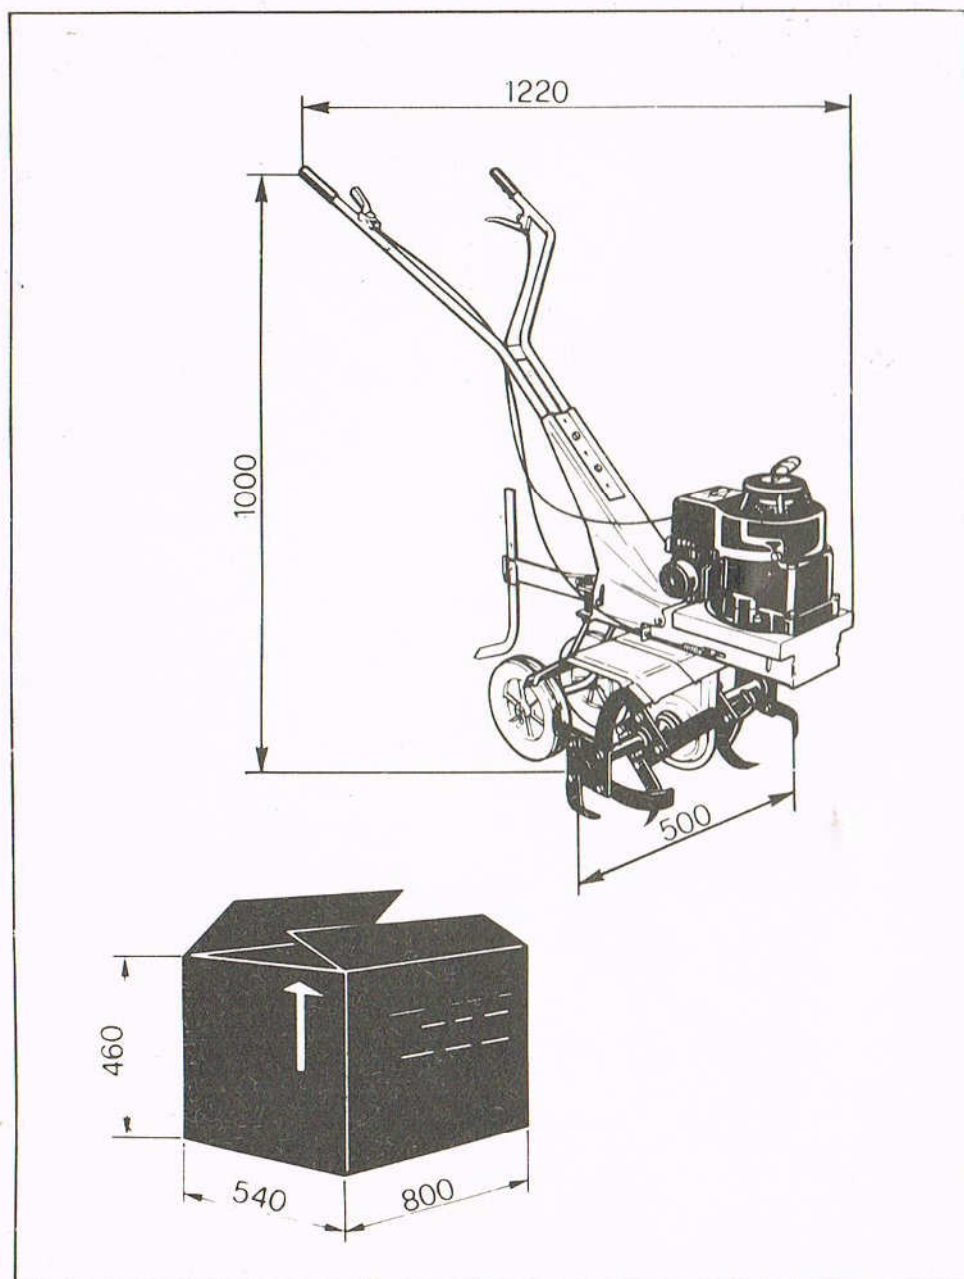

Fig. 2
### Dimensioni (vedere fig. 2)
**Dimensions (see fig. 2)**
**Dimensions (voir fig. 2)**
**Abmessungen (siehe Bild 2)**